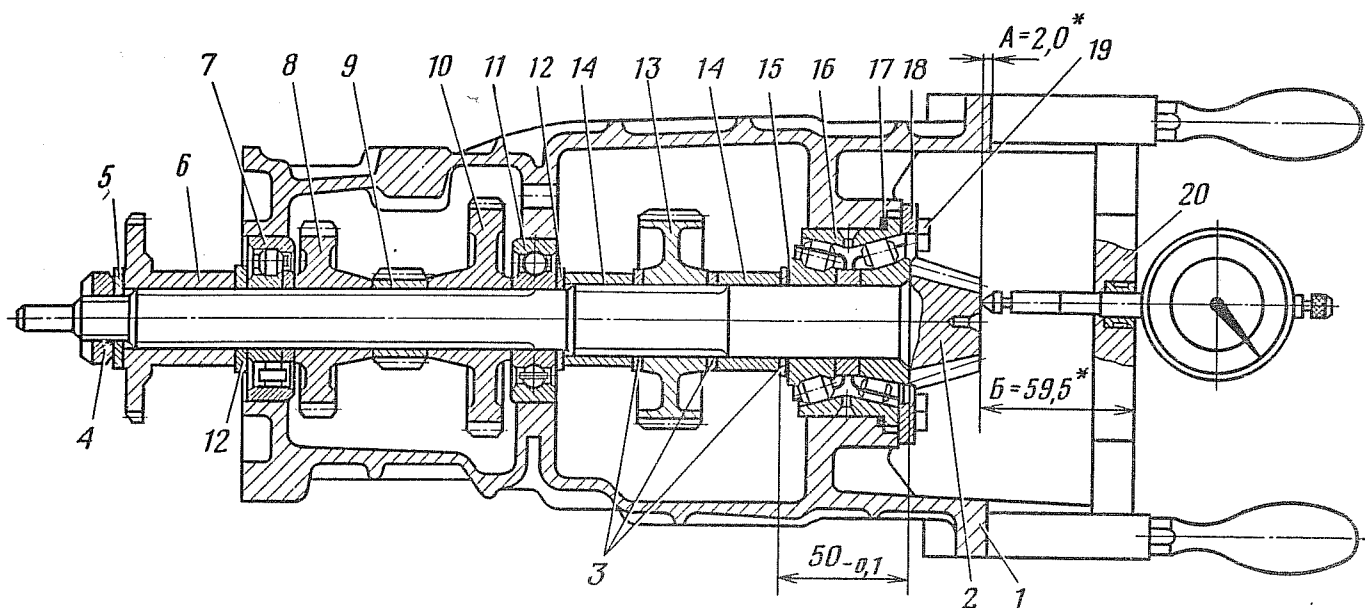
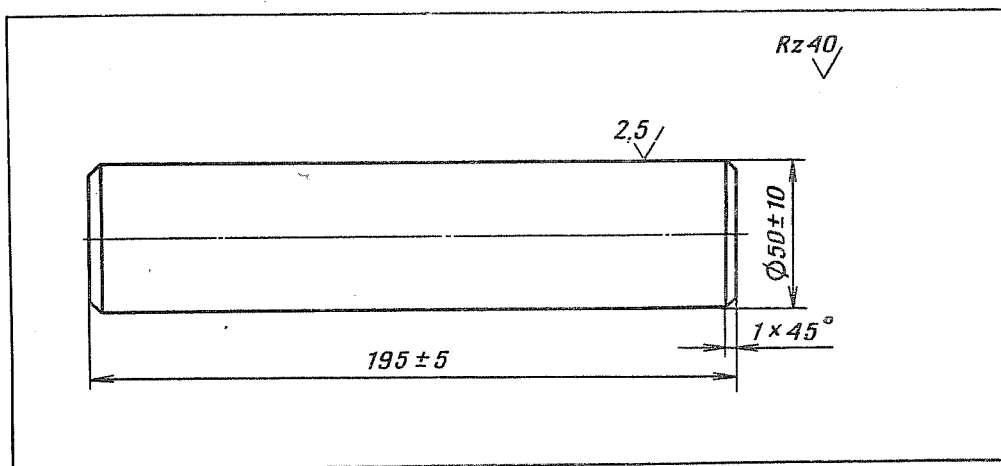

Рис. 148. Установка ведущей шестерни главной передачи:
Рис. 150. Оправка для определения регулировочных прокладок под подшипник ведущей шестерни главной передачи
3.13. Подобрать набор прокладок 15 (рис. 148) такой толщины, чтобы высота комплекта, состоящего из внутренних и проставочного колец подшипника 16, упорной шайбы 3 и прокладок 15, была (50—0,1) мм (штангенциркуль ШЦ-II-160-0,05).
3.14.6. Установить контрольное приспособление 20 (рис. 148) с индикатором на картер коробки передач и по показанию индикатора и контрольному размеру B (см. переход 3.14.4) вычислить поправку, на которую необходимо изменить толщину набора прокладок 17 (контрольное приспособление для подбора толщины регулировочных прокладок, набор шупов № 2, оправка, рис. 150).
Примечание. При отсутствии контрольного приспособления допускается поправку на толщину набора прокладок 17 вычислять по размеру A , определяя по его фактическому значению размер B : $B=A+57,5$ мм. Размер A определяется по зазору между торцом шестерни главной передачи и оправкой (рис. 150), установленной в гнезда под корпуса подшипников дифференциала.
3.14.8. Вывернуть болты 19 (рис. 148) и снять крышку 18. Отвернуть гайку 4 и вынуть из картера ведущую шестерню главной передачи, сохранив в комплекте набор прокладок 15, подобранный в переходе 3.13 (ключ 30, головка 14, вороток).
3.19. Установить проставочное и второе внутреннее кольцо подшипника 16 (рис. 148) с подобранными регулировочными прокладками 15 в наружное кольцо подшипника.